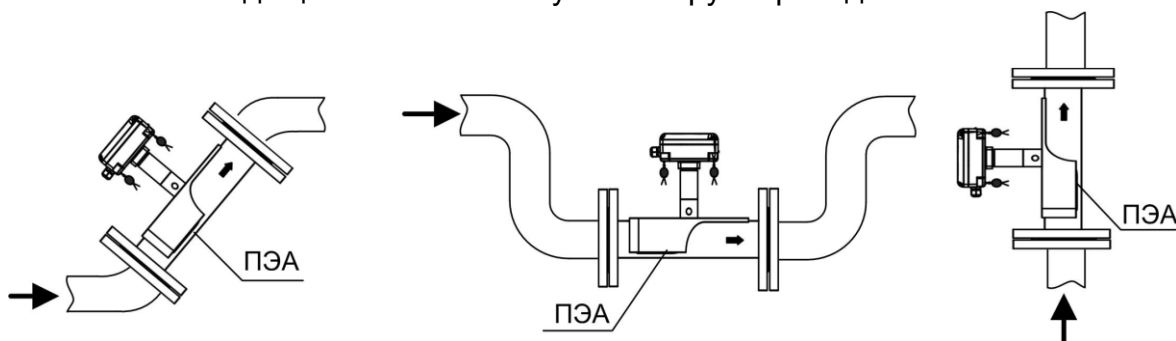

Рис.3. Рекомендуемые места установки ПП расходомера.
ПП допускается монтировать в горизонтальный, вертикальный или наклонный трубопровод (рис.3). При этом ПП (ПЭА) не должны располагаться в самой верхней точке участка трубопровода. Наиболее подходящее место для монтажа при наличии – восходящий либо нижний участок трубопровода.
- при монтаже расходомера в наклонный или вертикальный трубопровод устанавливать вторичный преобразователь гермовводами вниз (рис.3);